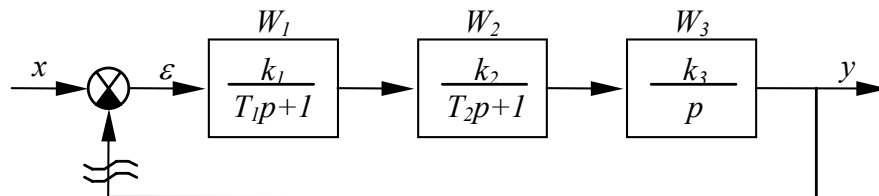

Рис. 18
4.1. Определить устойчивость системы автоматического регулирования (рис. 18) по критерию Найквиста, определить запас устойчивости по фазе и по амплитуде при помощи АФЧХ по логарифмическим характеристикам. Параметры системы приведены в табл. 5.